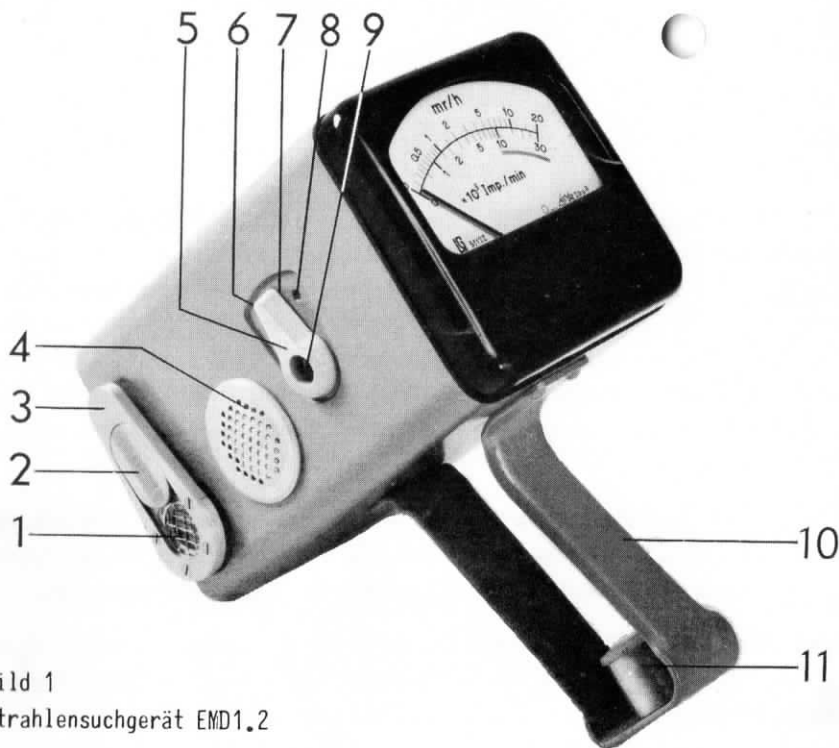
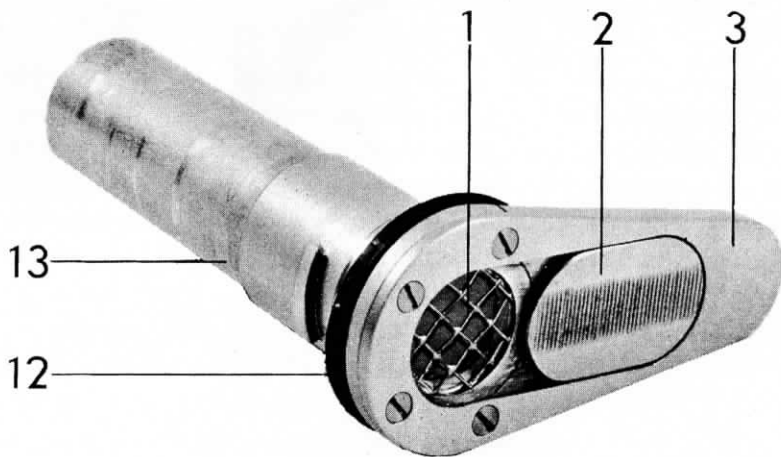
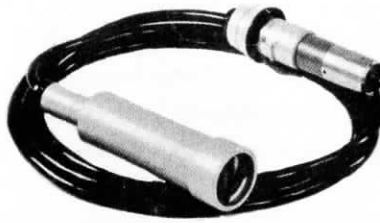
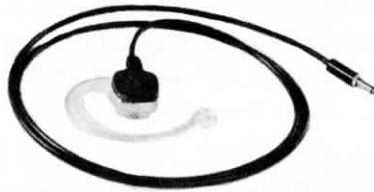

Bild 1
Bild 2 Messkopf, aus dem Gerät herausgenommen
Bild 3
Bild 4 Kopfhörer
3. Prüfung der Betriebsbereitschaft (Bild 1)
4. Einschalten des Gerätes (Bild 1)
5. Funktionskontrolle (Bild 1)
8.1. Strahlensuche und -messung an schwer zugänglichen Stellen. Der Messkopf mit Zählrohr kann auch ausserhalb des Gerätes betrieben werden. Dann dient zur Verbindung das Sondenkabel (Bild 3). Der Messkopf wird durch eine Vierteldrehung des Hebels (3) (Bild 1) nach links aus seinem Bajonettverschluss gelöst, aus dem Gerät gezogen (Bild 2) und in die Kupplungshülse des Kabels gesteckt. Der Kupplungsstecker des Kabels passt in die am Gerät verbliebene Öffnung (Bild 5).
8.2. Betrieb bei hohem Geräuschpegel Erschweren beim Gerät EMD1.2 hoher Geräuschpegel oder räumliche Verhältnisse das Abhören des Lautsprechers oder wird beim Gerät EMD1.1 (ohne Lautsprecher) eine akustische Anzeige gewünscht, so kann ein Kopfhörer (Bild 4) angeschlossen werden. Der Stecker der Anschlussschnur wird in die im Schalter (5) befindliche Buchse (9) gesteckt (Bild 1).